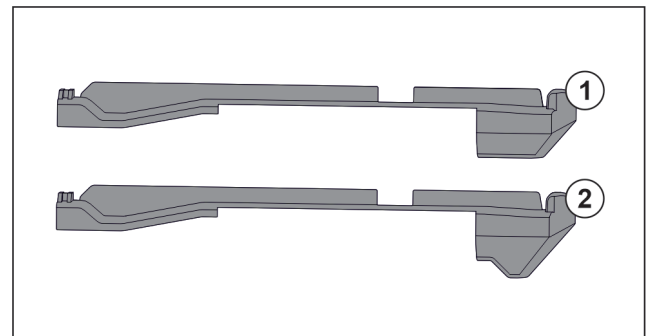

Fig. 59 Vergelijking van de insteekelementen
In het apparaat bevinden zich twee verschillende insteekelementen. Het insteekelement boven de onderste lade Fig. 59 (2) heeft een driehoekige rand. Alle overige insteekelementen Fig. 59 (1) hebben een rechte rand.
- ▶ Insteekelement Fig. 59 (2) met de driehoekige rand boven de onderste lade aanbrengen.
- ▶ Insteekelement *Fig. 59 (1)* met rechte rand op alle overige plekken aanbrengen.